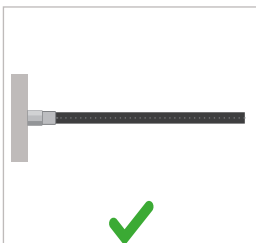
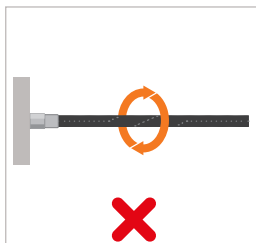

Figure 9
Figure 10
- ▶ Ne pas tordre le flexible de pression lors du vissage (Figure 9 et Figure 10).